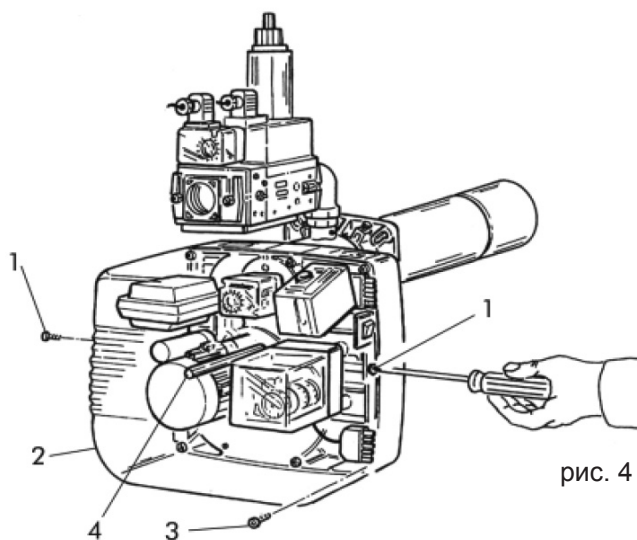

рис. 4
Для доступа к основным компонентам достаточно снять кожух (рис. 4).
- Отверните винты (1) и снимите кожух (2) (рис. 4).
- Отверните винты (3) и снимите центральный штифт (4) (рис. 4).